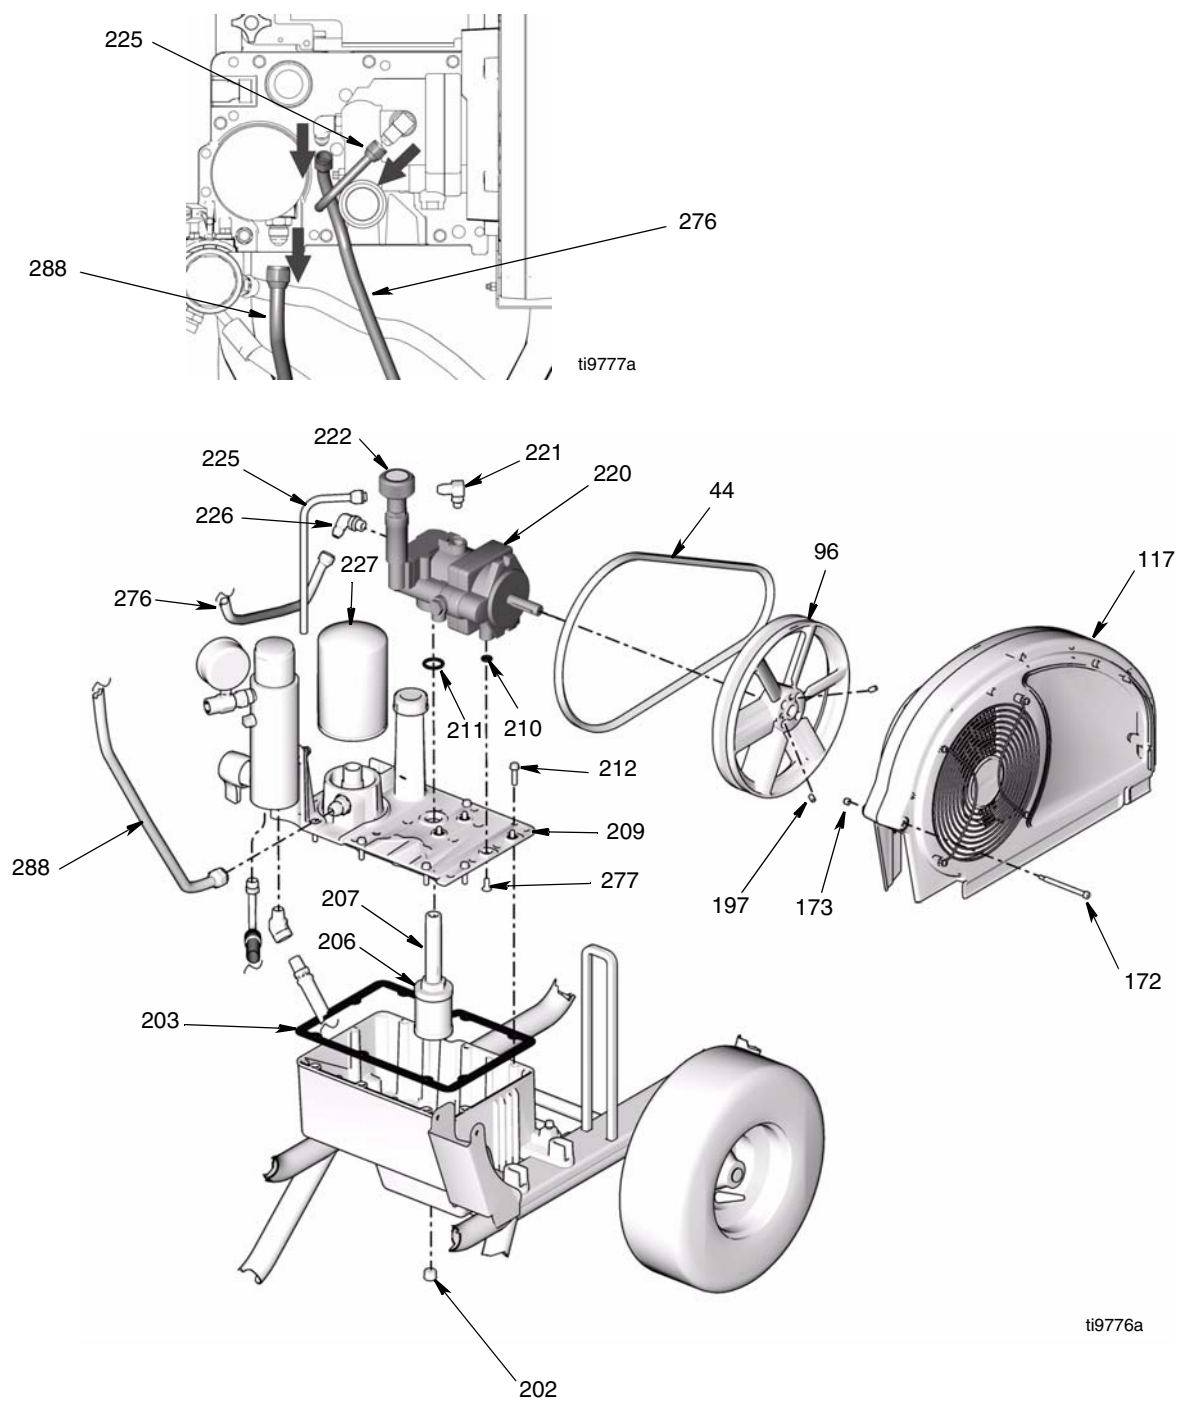

Рис. 2
2. (Рис. 2) Установите поддон или положите тряпье под распылитель для сбора гидравлического масла, которое вытекает во время ремонта.
3. Выкрутите пробку сливного отверстия (202) и снимите масляный фильтр (227), чтобы гидравлическое масло могло стечь.
4. Выкрутите винт (172), скрутите гайку (173) и снимите кожух ремня (117).
5. Приподнимите двигатель и снимите ремень (44).
6. Выкрутите два установочных винта (197) и снимите шкив вентилятора (96).
7. Снимите трубку для дренажа из корпуса (225).
8. Снимите колено (221).
9. Снимите шланг (276) с колена (226). Снимите колено (226) с гидравлического насоса (220).
10. Снимите гидравлический шланг (288) с крышки резервуара (209).
11. Выкрутите восемь винтов (212), снимите крышку резервуара (209), узел фильтра (206) и манжету (203).
12. Выкрутите четыре винта (277) и снимите гидравлический насос (220) с крышки резервуара (209).